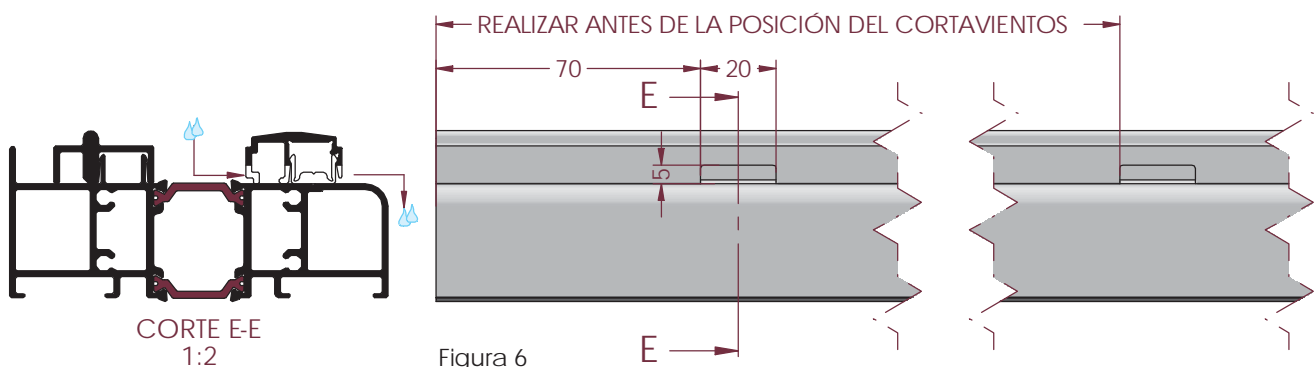

Figura 6
- Si por este carril pasa una hoja móvil se cortará al mismo tamaño que el cerco. Hay que eliminar una parte de la grapa y una parte del carril para poder desaguar. Ver figura 6, 7 y 8. Realizar el desagüe en el lado exterior (donde no hay hoja en posición cerrado).